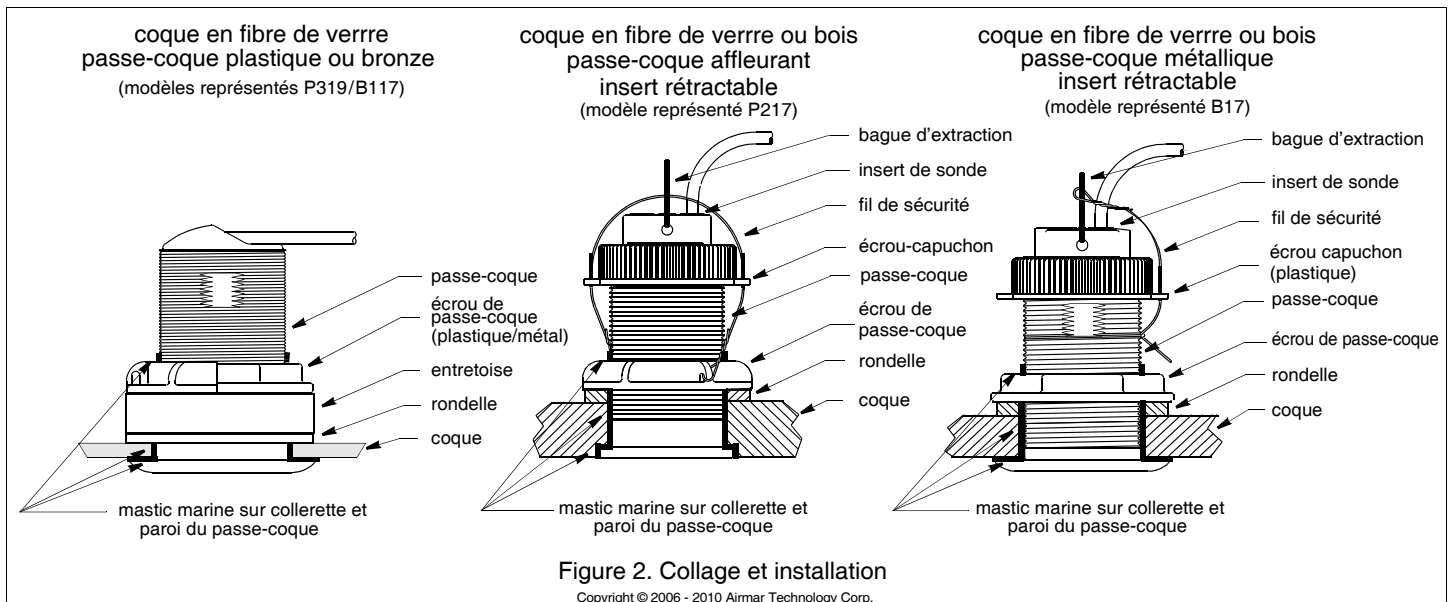

Figure 2. Collage et installation
Appliquez une couche de mastic d'étanchéité marine de 2 mm (1/16") d'épaisseur sur tout le pourtour de la collerette du passe-coque devant être en contact avec la coque et sur la paroi verticale du passe-coque (Figure 2). Le mastic doit couvrir une hauteur de 6 mm (1/4") au-dessus de l'épaisseur cumulée de la coque, de la rondelle, de toute entretoise éventuelle et de l'écrou du passe-coque. Cette précaution garantit la présence de mastic sur le filetage au travers de la coque et le maintien en place de l'écrou de passe-coque.
2. Depuis l'intérieur de la coque, glissez la rondelle sur le passe-coque (Figure 2).
- Fixez toujours le fil de sécurité pour prévenir tout risque d'extraction inopinée de la sonde ou de l'obturateur dans le cas improbable d'une rupture ou d'un vissage inapproprié de l'écrou-capuchon (figure 2).
2. Extrayez la sonde du passe-coque en enlevant le fil de sécurité et l'écrou (Figure 2).